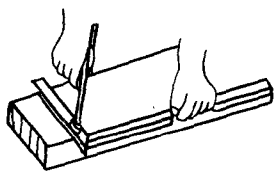

图 1—20 画垂直线
(3) 卡方 又称检查垂直角。在刨削过程中，检查相邻面是否成直角时，可以用角尺内角卡在木料角上来回移动进行检查，如角尺内边均与木料两面紧贴，即表示相邻面构成直角，如图 1—22 所示。
(4) 检查表面平直 可用手握住角尺的尺翼，将角尺立置于木料面上所要检查的部位，如尺边与木料表面紧贴，并无凹凸缝隙，即知表面已平直，如图 1—23 所示。